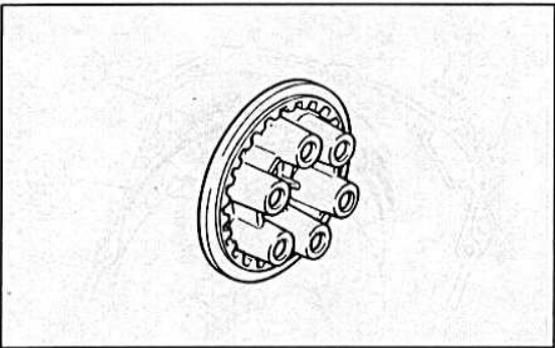

Bild 188
- Die Druckscheibe auf Verschleiss untersuchen (Bild 188).